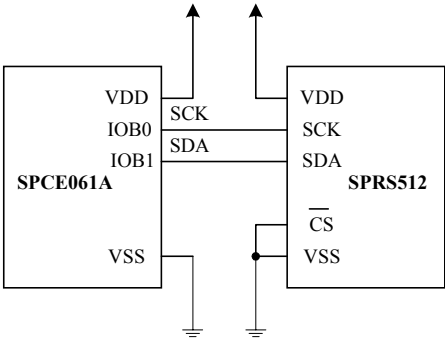

图 1.4 SPCE061A 与 SPRS512C 的连接图
- A: SIO 设备地址的详细解释可参见 061 书的 2.1.3 串行设备输入输出端口 SIO 部分，其中有 SIO 接口较详细的解释说明。SPRS512 容量为 512KB，地址选通可通过对其 \overline{CS} 管脚的控制来实现。连接图见图 1.4